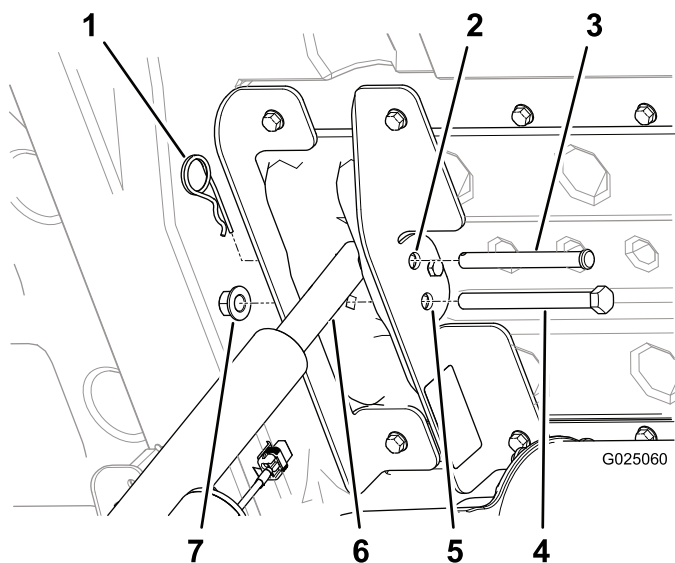

Figura 12
- Premete la paletta superiore dell'interruttore di sollevamento del pianale per allungare l'asta dell'attuatore di sollevamento in modo che il foro nell'asta stessa sia allineato con i fori nella staffa di sollevamento interna ed esterna (Figura 12).
- Fissate l'asta dell'attuatore di sollevamento tra le staffe del pianale con il perno con testa (3-1/2 poll.) e la coppiglia (Figura 12).
8. Allineate il bullone a testa esagonale (1/2 x 5-1/2 poll.) con gli altri fori da 13 mm nella staffa del pianale interna ed esterna Figura 12 e fissatelo con un dado (1/2 poll.) in modo che il dado flangiato sia bene inserito.